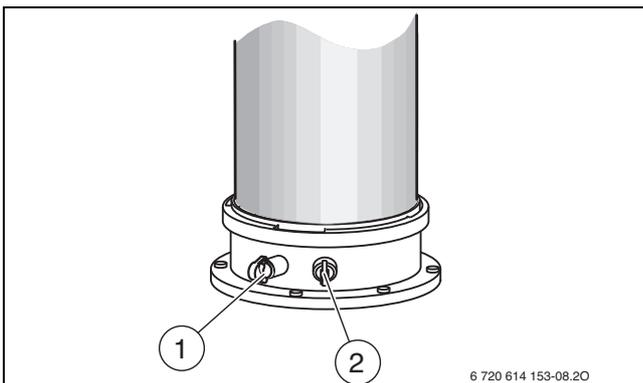

Fig. 35 Pieza de conexión para la medición de los gases de escape y pieza de conexión para la medición del aire de combustión
- ▶ Retirar tapones de los soportes de medición de gases de escape[1] (→ fig. 35).